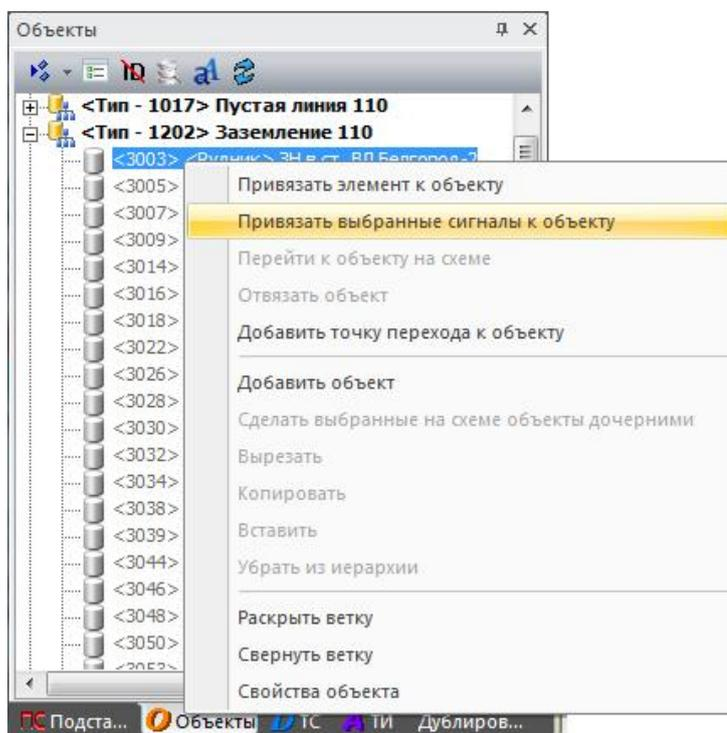

Рисунок 362 – Выбор команды «Привязать выбранные сигналы к объекту»
**Команда «Привязать выбранные сигналы к объекту»** (рисунок 362) позволяет осуществить привязку выбранных сигналов ТС или ТИ к объекту. Привязка осуществляется к данным выделенного элемента. Информация об установленной связи между сигналами и объектом заносится в конфигурационную БД «ZerverDB».